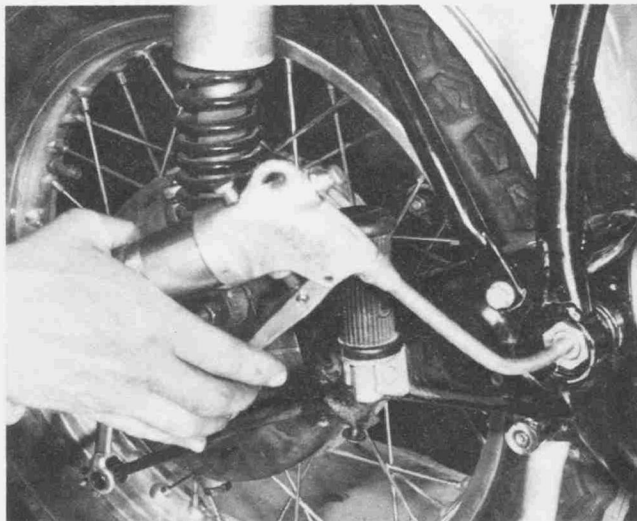

Bild 177
- Lager mit Fettpresse abschmieren, wenn sie während des Einbaus nicht bereits mit Fett versorgt worden sind (Bild 177).